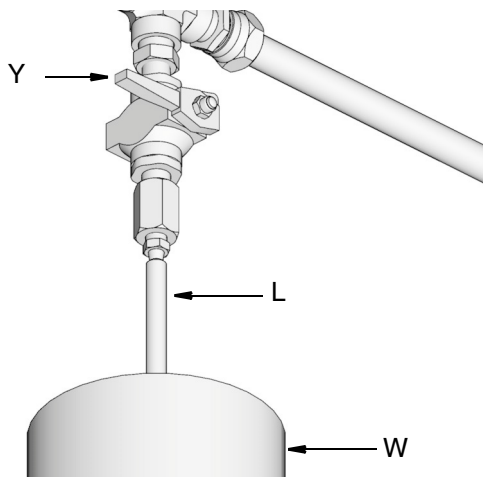

FIG. 28:
- a. Pour relâcher la pression entre la pompe de remplissage (F) et l'arrêt de remplissage automatique (B), ouvrir la vanne à bille (bv) (FIG. 28). La pression est relâchée et l'excès de produit est évacué par le tube de vidange (L) et dans le récipient de débordement (W).